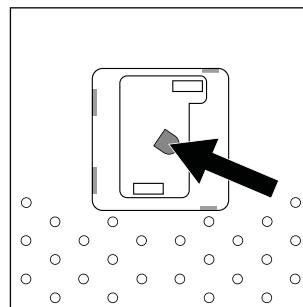

Fig. 2
3. La lentille du capteur à particules se trouve à gauche (voir fig. 2). Nettoyez-la avec un coton tige sec ou avec un chiffon doux et sec.
4. Remettez le cache **⑪** dans les ouvertures correspondantes dans le boîtier **⑯**. Poussez le cache **⑪** dans les ouvertures jusqu'à ce que le cache **⑪** s'enclenche de manière audible dans le boîtier **⑯**.